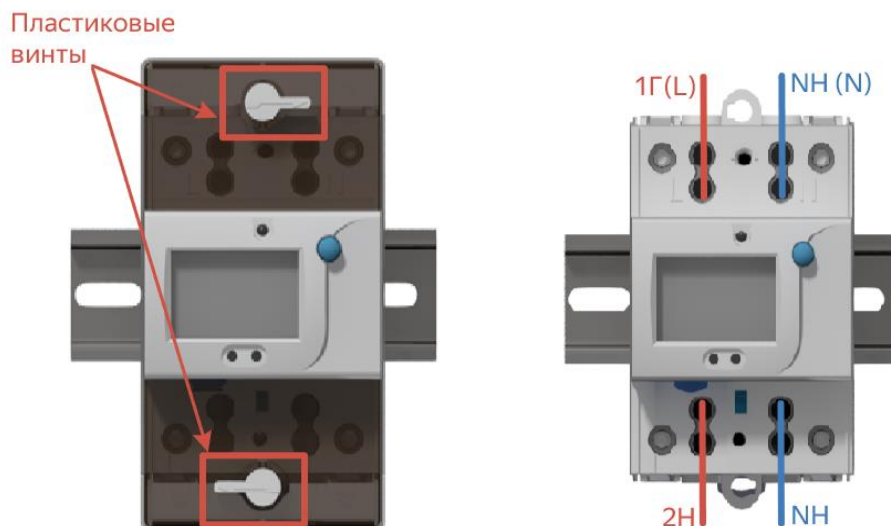

Рисунок 52
- повернуть пластиковые крепежные винты клеммных крышки в положение «открыто» и снять крышку см. Рисунок 52;
- Подключить питающие провода в соответствии со схемой подключения, см. Рисунок 52. Провода должны быть надежно закреплены с помощью винтов. При этом усилия зажима винтов не должны вызвать деформацию клеммных колодок, зажимов, резьбовых отверстий, винтов и элементов корпуса счетчика. При деформации указанных элементов гарантийные обязательства на счетчик заканчиваются.